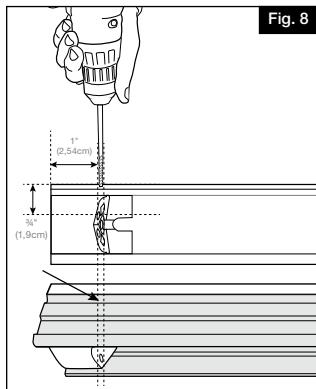

Fig. 8
- b. Alignez le support d'attache avec l'extrémité du longeron inférieur pré perforé. Mesurez 1" (2,54cm) à partir de l'arrière de la lissoir sur la face interne seulement et sécurisez avec la #6 x $\frac{3}{4}$ " (no. 6 x 1,9cm) vis de réglage (F) sur le longeron inférieur pré perforé (Figure 8). Le longeron inférieur pré perforé et le support d'attache seront ainsi sécurisés l'un à l'autre. Répétez l'opération pour le longeron supérieur pré perforé.